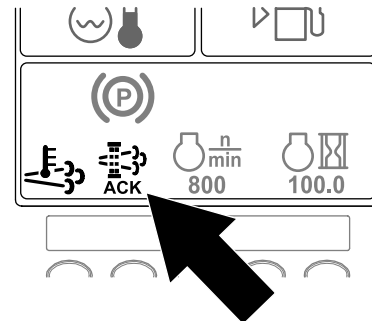

Bild 61
10. Im InfoCenter wird der Willkommenbildschirm angezeigt; das Symbol für die Bestätigung der Regenerierung (Bild 61) wird unten rechts auf dem Bildschirm angezeigt, wenn die Regenerierung ausgeführt wird.